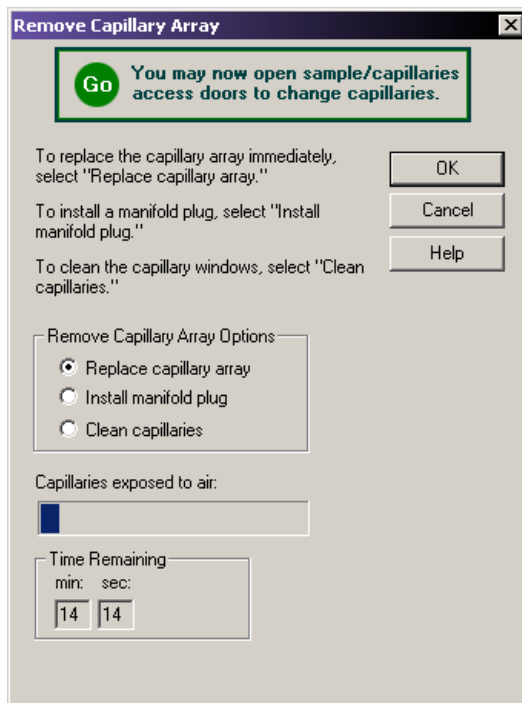

图 9.31 拆卸毛细管阵列对话框
10. 从 Remove Capillary Array（移除毛细管阵列）对话框（图 9.31）中，选择 **Replace Capillary Array**（更换毛细管阵列）选项，并单击 **OK**（确定）。